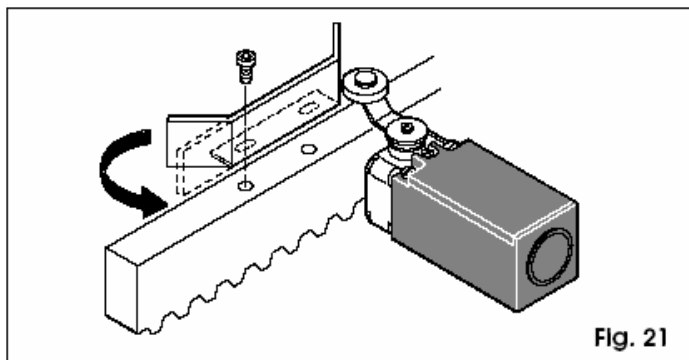

Fig. 21
De aandrijving 884 heeft een mechanische eindaanslag met hefboom en kogel, die de beweging van de poort stopt op het moment dat het plaatje dat aan de bovenkant van de tandheugel bevestigd is de hefboom aandrijft, totdat de microschakelaar ingeschakeld wordt (fig. 21).
Opmerking: de plaatjes kunnen eventueel met schroeven worden bevestigd (fig. 21).
- a) het plaatje moet de eindschakelaar activeren op het afgebogen gedeelte, zoals op fig. 21.
- b) Om de te voorkomen dat het plaatje de eindaanslag voorbij kan gaan (lange remweg), is het raadzaam het afgebogen uiteinde recht te buigen, zoals op fig. 21.